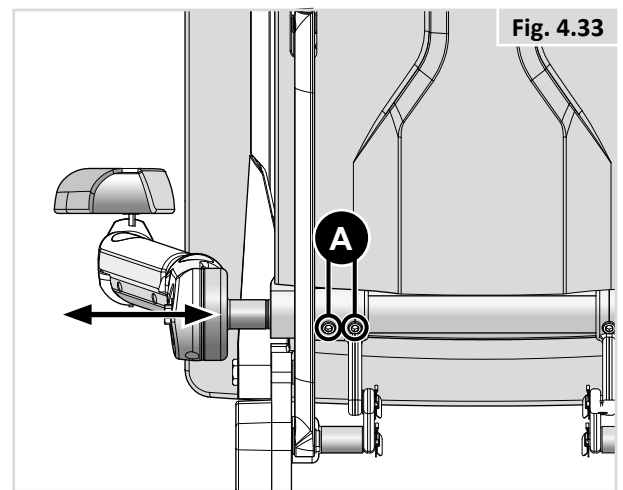

Fig. 4.33
- Desaperte os dois parafusos (chave Allen de 5,0mm) na barra transversal como ilustrado na (Fig. 4.33 - A).